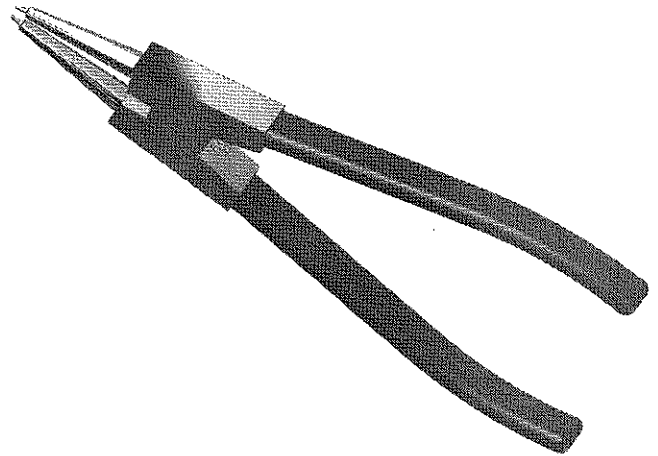

Figura 29
9. Alicates de anel de retenção de ponta reta de 3-10 mm 177254, 1 unidade; consulte a Figura 29.